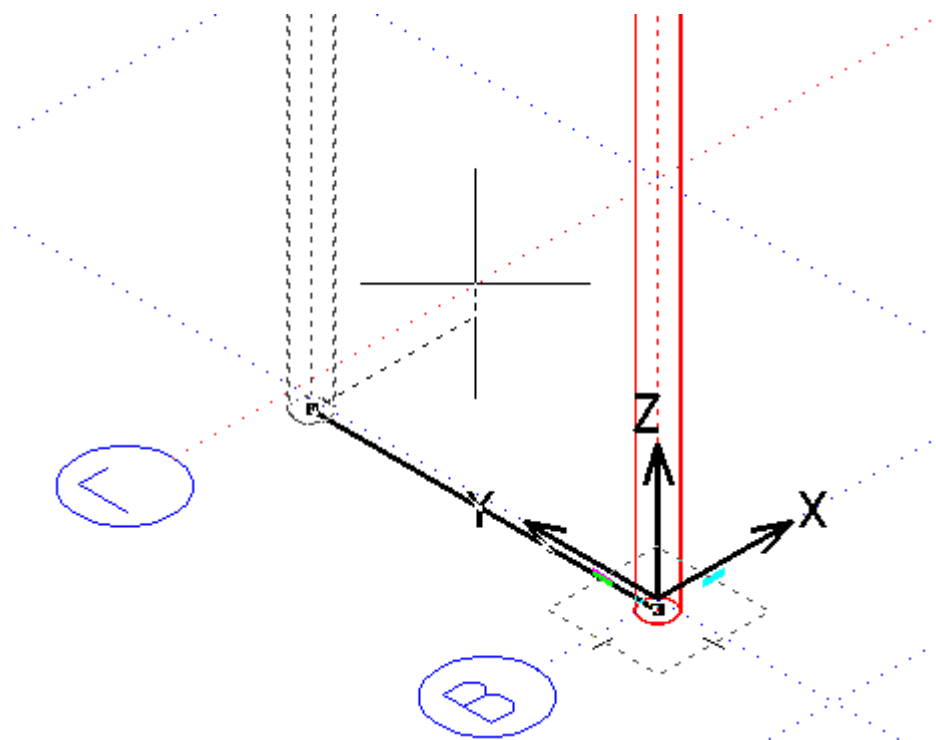

Рисунок 24
- Привязаться к низу центру колонны **1-В** (Рисунок 24).
- Привязаться к любой точке оси сетки **Г** (Рисунок 24).